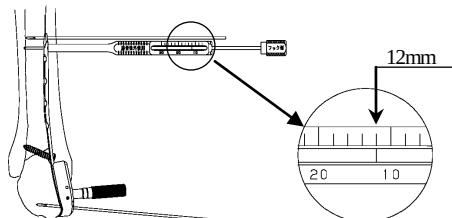

図 11-1
- 2) ドリルスリーブを取り外し、腓骨後外側用デプスゲージの先端フックを対側皮質に引っ掛け、スケールを読み取ります。 (図 11-1)